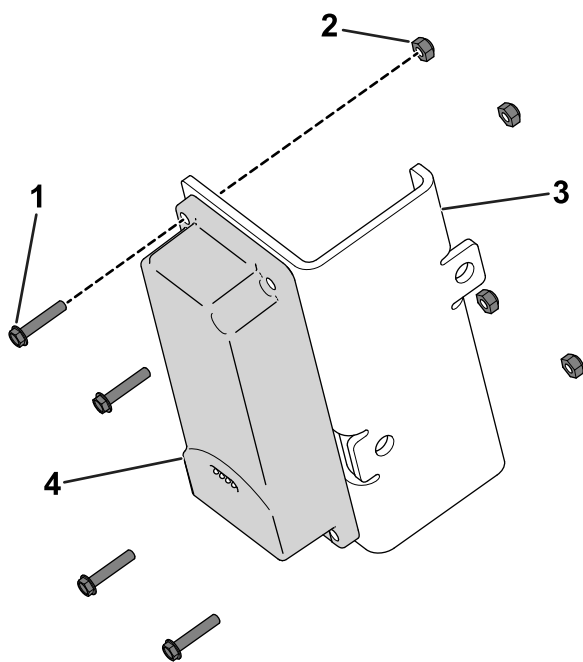

Figura 6
1. Utilice 4 pernos de cabeza hexagonal (n.º 10 x 1") y 4 contratuercas (n.º 10) para sujetar el dispositivo telemático al soporte del dispositivo (Figura 6).